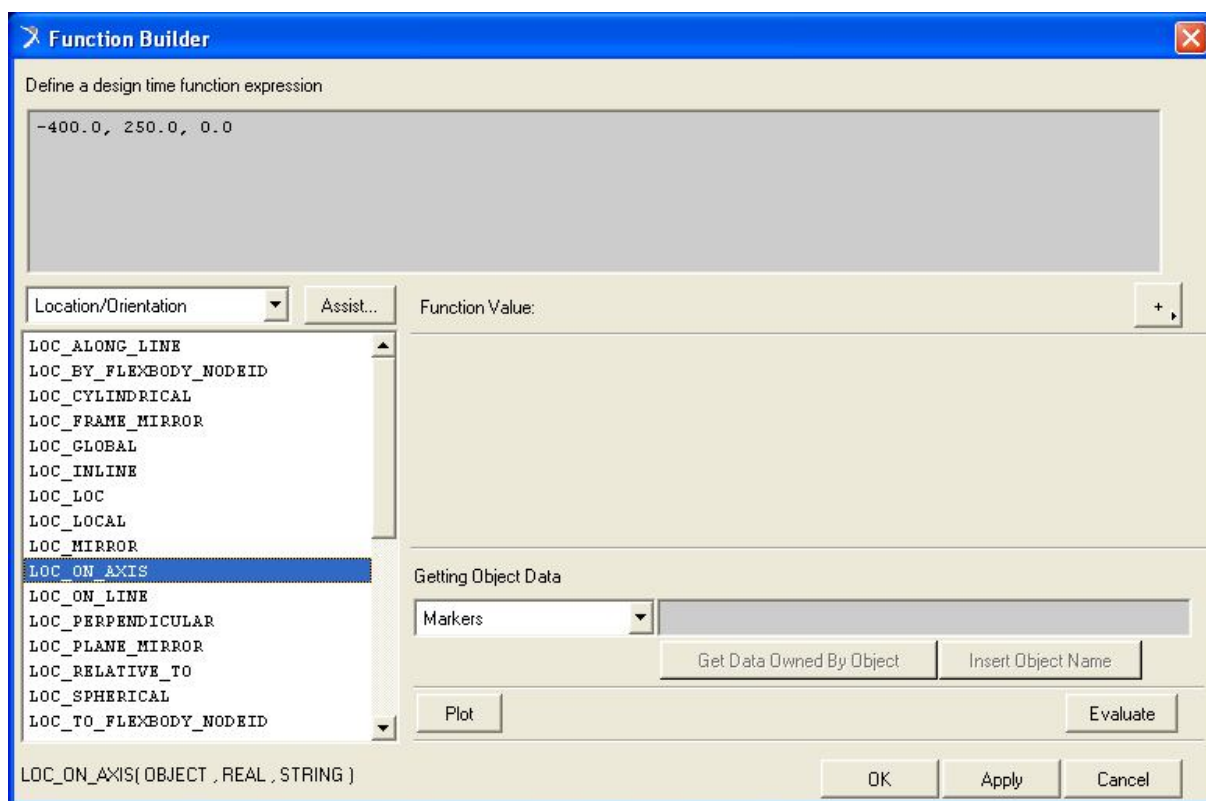

Рис. 2
Параметризация функциями представляет собой замену статических характеристик объекта, которые определяются числами или дизайн-переменными, выражениями переменного результата, зависящими, например от координат других объектов или других параметров модели. Для использования функций параметризации необходимо в строке характеристики объекта, которую нужно параметризовать, нажать правую кнопку мыши и выбрать пункты **Parametrize – Expression Builder**. Раскроется окно конструктора функций (рис. 2)
- группу функций, на рис. 2 выбрана группа, отвечающая за параметризацию положения и ориентации объектов (**Location/Orientation**).
- функцию из группы, на рис. 2 выбрана функция **LOC_ON_AXIS**. Полный вид выбранной функции отображается в нижней части окна. При двойном щелчке левой кнопки мыши на выбранной функции, строка с ее названием и обобщенными аргументами появляется в окне редактирования.